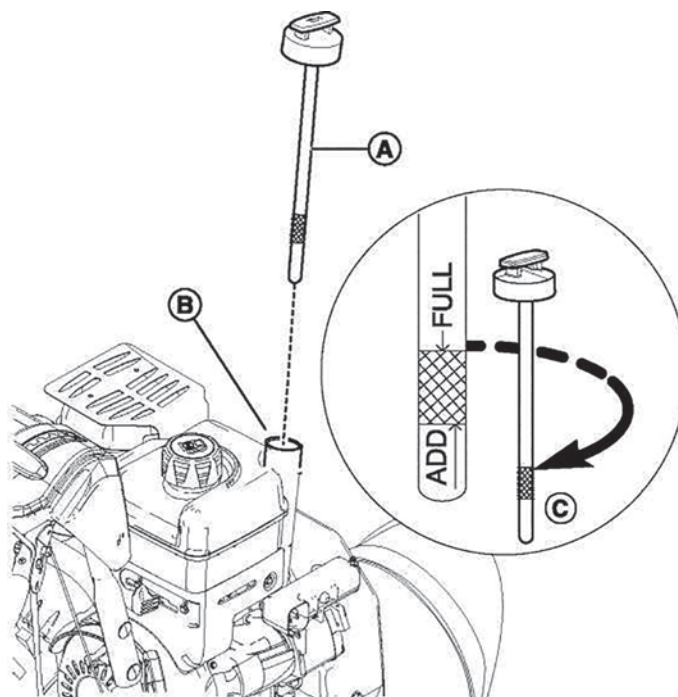

Рис. 3
3. Извлеките масляный щуп (А, Рис. 3). Используйте чистую ткань, чтобы удалить масло с щупа.